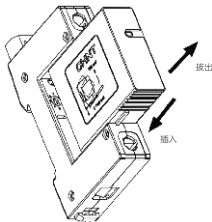

图9 NU5-II更换保护模块示意
-更换保护模块时，应沿垂直方向拔出，不得左右上下摇摆，插入新模块时应沿垂直方向插入，并检查规格型号是否相符，如有阻塞不得强行插入，可能是规格型号不符或方向不正确，应进行调整，如图9。